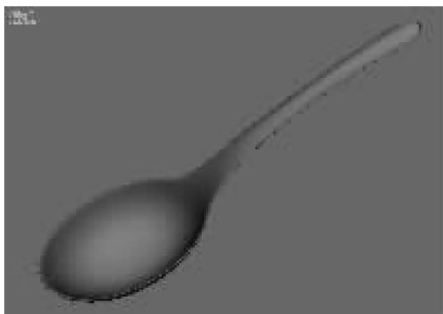

图 7-71 最终效果
(11)为勺子模型添加“网格光滑”修改器,在“细分量”卷展栏中将“迭代次数”设置为2,最终效果如图7-71所示。